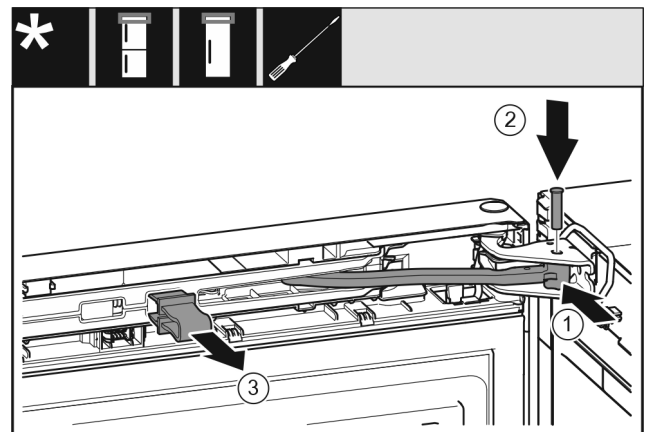

Fig. 43
- ▶ Поверніть шарнір Fig. 43 (1) в опорному кронштейні.
- ▶ Встановіть штифт Fig. 43 (2) в опорний кронштейн та шарнір. При цьому виступ фіксатора повинен займати правильне положення в пазу.
- ▶ Зніміть запобіжник Fig. 43 (3).